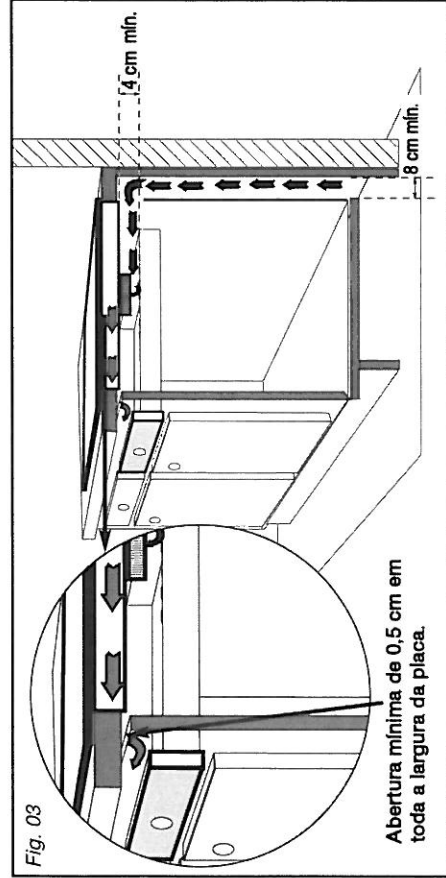

Fig. 03
• Por cima de um móvel vazio ou de uma gaveta (Fig. 03).